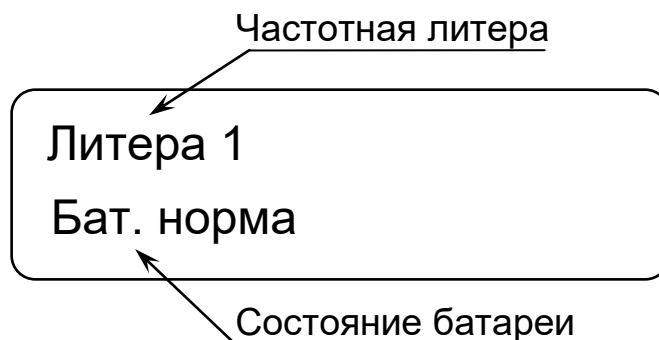

Рисунок 3 – Окно индикации состояния ПРД
2.2.1.3 Для перевода ПК в **режим индикации** необходимо нажать кнопку «▲» или «▼» при нахождении ПК в режиме функционирования (см. п. 2.1.1); при этом ПК кратковременно индицирует наименования подключенного блока: «ДПР-200 Блок ПРД» (ДПР-200, ДПР-200М) или «ДПР-200П Блок ПРД» или «ДПР-150М Блок ПРД», а затем переходит в режим индикации состояния ПРД (рисунок 3). Для выхода из режима индикации в режим функционирования нажать кнопку «▲» или «▼».